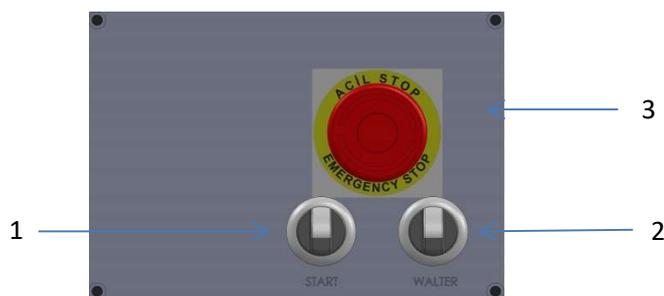

Рисунок 4: Панель управления
- Перед началом установки лезвия убедитесь, что переключатель питания на электропитке установлен в положение ВЫКЛ. Нажмите кнопку аварийного останова (см. **Рисунок 4**). Проверьте, что станок обесточен.
- Станок должен включаться по нажатию кнопки включения (**Рисунок 4**).